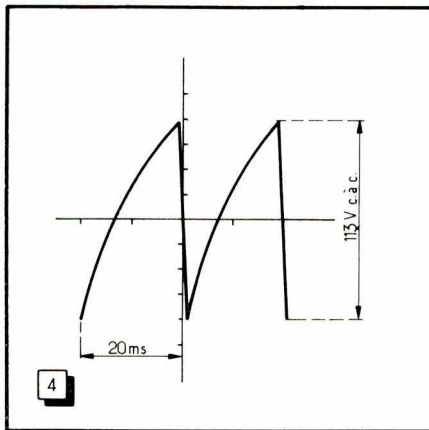
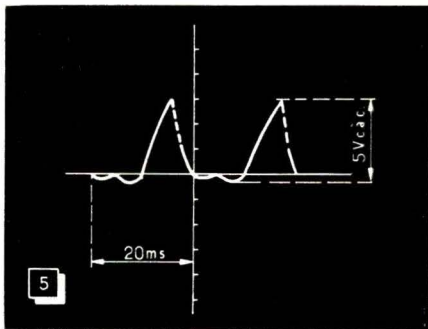

Fig. 4. — Après remplacement de  $C_2$ , oscillogramme normal en A. Par rapport à (2), le gain vertical de l'oscilloscope a été divisé par 10.
Fig. 5. — Signal résiduel aux bornes de  $R_3$ , avec  $C_2$  en bon état. Par rapport à (3), le gain vertical de l'oscilloscope a été multiplié par 10.
Après remplacement de  $C_2$ , nous obtenons en A le signal de la figure 4, et entre B et D celui de la figure 5. La dent de scie normale a une amplitude d'environ 113 V c. à c., et le signal résiduel aux bornes de  $R_2$  n'est plus que de 5 V c. à c. Tous les oscillogrammes sont relevés à la fréquence de balayage de 25 Hz. Chaque division de l'axe horizontal vaut 10 ms. Au risque de rendre les oscillogrammes (2) et (3) quelque peu confus, nous avons maintenu constante l'amplitude du balayage de l'oscilloscope, afin de faire ressortir les rapports de fréquences. Entre les figures 2 et 4, la sensibilité de l'amplificateur vertical a été divisée par 10. De même entre les figures 5 et 3.